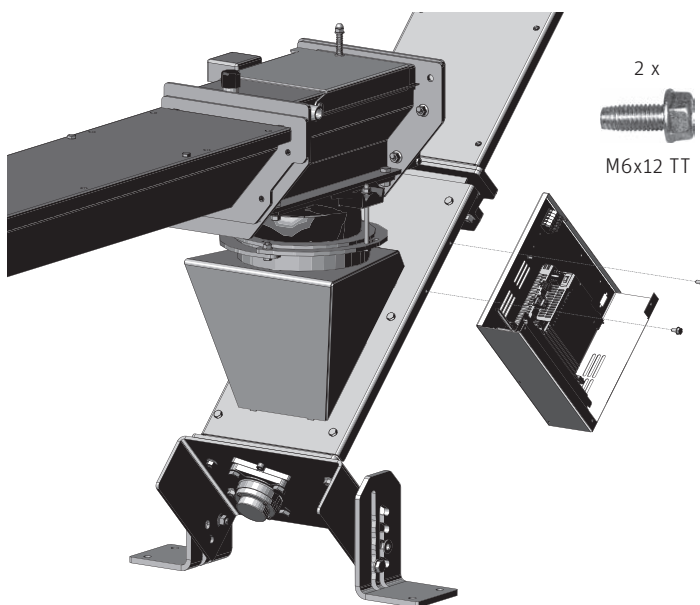

Fig. 150 Montare il quadro di comando 4
- Avvitare il quadro di comando 4 alla coclea verticale/intermedia di trasferimento con 2 viti autoformanti TT M6x12 – Fig. 150.